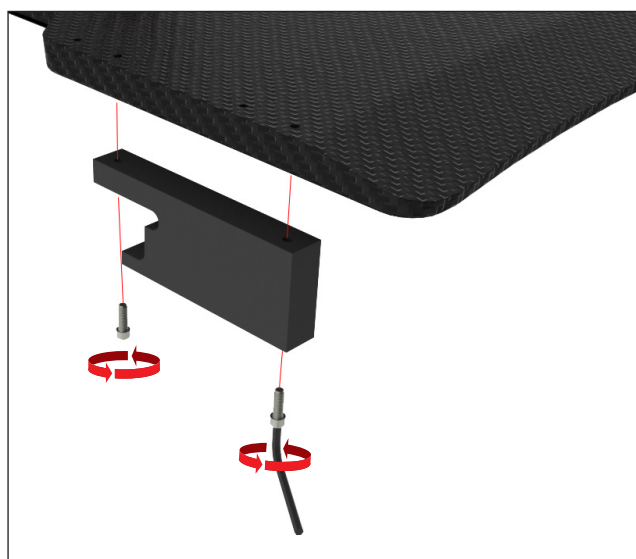

Fig. 35
1. Monter adapteren i den position, der er vist nedenfor, i to af hullerne med en afstand på 140 mm (5,5") ved hjælp af 2 1/4-20 x 3/4" maskinskruer med den medfølgende unbrakonøgle (Fig. 35).